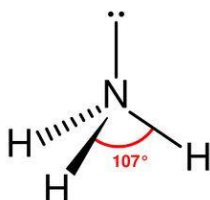
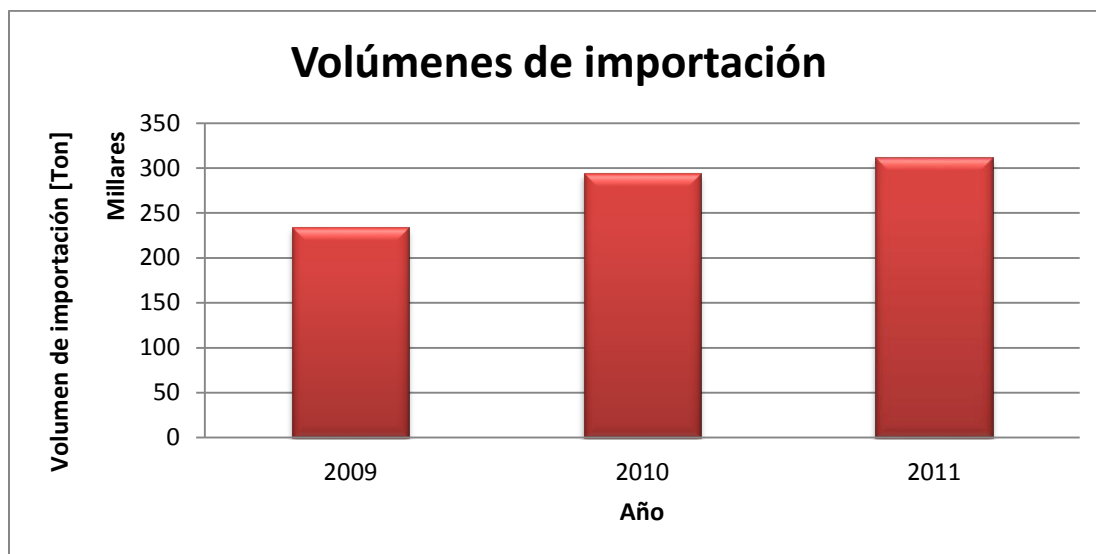

Ilustración 8: Molécula de NH_3
Ilustración 9: Volúmenes de importación
El control de la temperatura en el reactor es de gran relevancia ya que a una temperatura baja (entre 200°C y 400°C) se favorece la formación de productos indeseables (nitrógeno y óxido de nitrógeno (I)). Por sobre los 400°C la velocidad de reacción está determinada por la difusión del amoníaco en el catalizador. A mayores temperaturas (alrededor de los 900°C) se favorece la formación de monóxido de nitrógeno (Ilustración 8), sin embargo, se incrementa la pérdida de catalizador por evaporación (Ilustración 9). Por lo tanto la temperatura óptima de operación en el reactor será de 800°C .